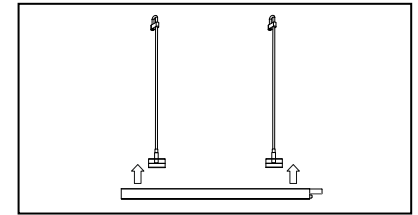

Рис. 2
- 5.11. Защелкните осветительный прибор в скобы, которые входят в комплект поставки, выровняйте положение осветительного прибора по горизонтали и отрегулируйте длину тросиков (рис. 2). Излишки тросиков удалите.